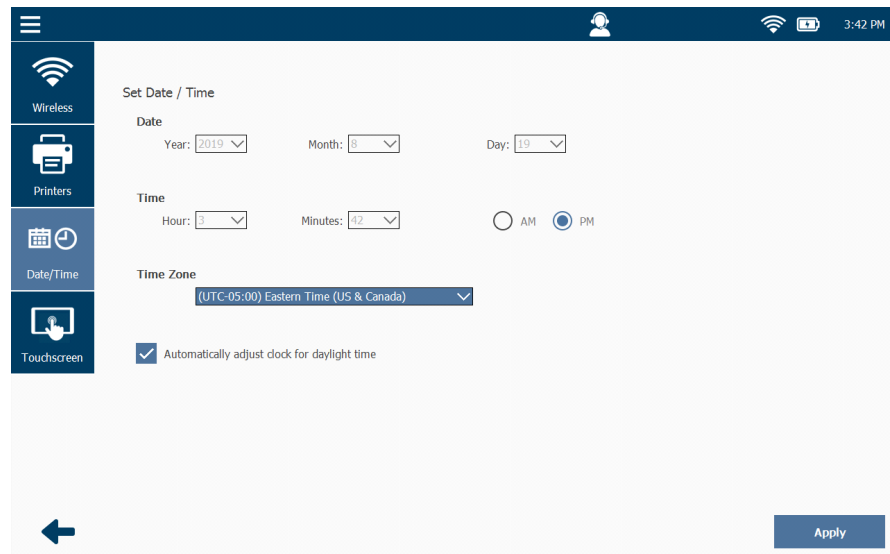

Figura 6.19 Pantalla Set Date / Time
- 1 Seleccione **Touchscreen** en el Menú de Configuración (Figura 6.19).